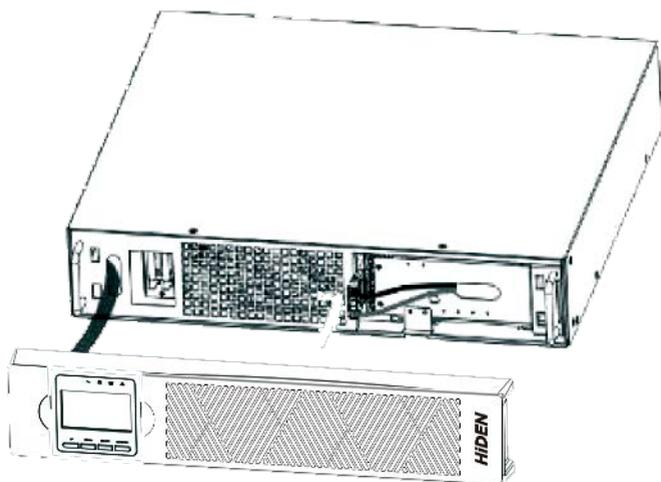

Рис. 6 Подключение внутренних батарей ИБП
- b. Подсоедините внутренний разъем аккумулятора (см. рис. 6).